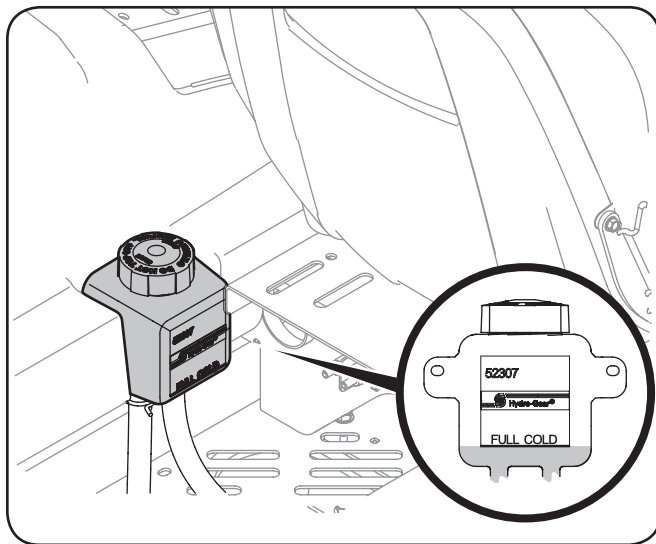

Figure 6-4
1. Basculez le siège du conducteur vers l'avant et nettoyez le bouchon du réservoir et la zone autour du bouchon afin que les débris ne contaminent pas l'huile. Voir Figure 6-4.
2. Tournez le bouchon dans le sens anti-horaire pour le retirer, puis vérifiez le niveau d'huile. Il doit y avoir de l'huile au fond de la cuvette, cependant le niveau d'huile NE doit PAS dépasser la marque PLEIN FROID (FULL COLD). Voir Figure 6-4. NE REMPLISSEZ PAS CE RÉSERVOIR.